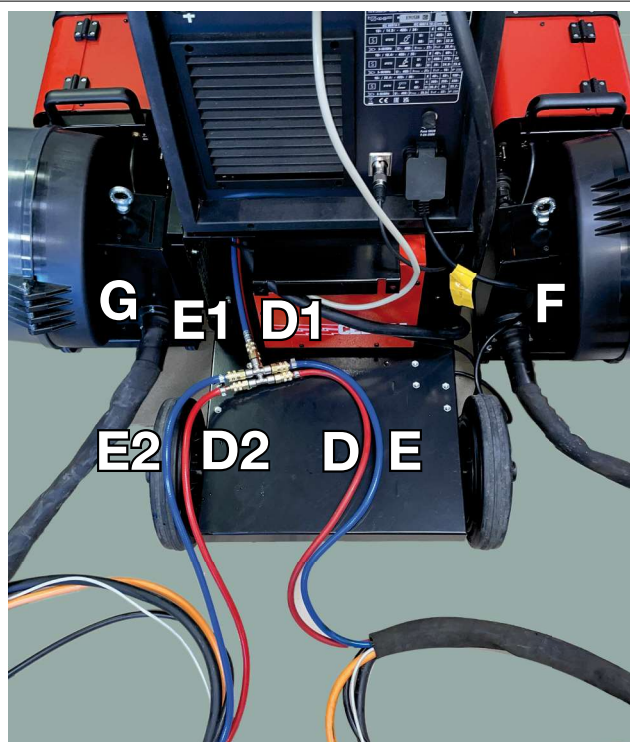

Fig. 12
Innestare i tubi dell'acqua calda D2 e D uscenti dalle connessioni dei carrelli trainafilo F e G nel raccordo D1 ed i tubi dell'acqua fredda E2 e E nel raccordo E1 come da fig.12
*Insert the hot water pipes D2 and D coming out of the connections of the wire feeders F and G into the fitting D1 and the cold water pipes E2 and E into the fitting E1 as shown in fig.12*
Introduzca los tubos de agua caliente D2 y D que salen de las conexiones de los carros arrastrado F y G en el racor D1 y los tubos de agua fría E2 y E en el racor E1 como se muestra en la fig.12